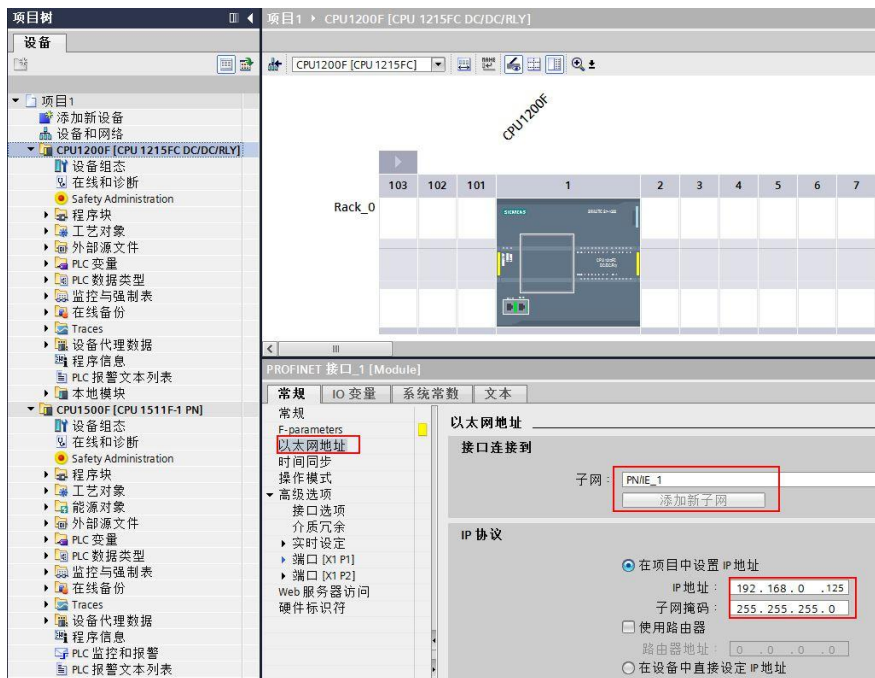

图 2-4 设置 S7-1200 F CPU 以太网参数
4) 重复上面的步骤，在项目中添加 S7-1200 F CPU，将以以太网接口连接到同一个子网，设置 IP 地址，如图 2-4。